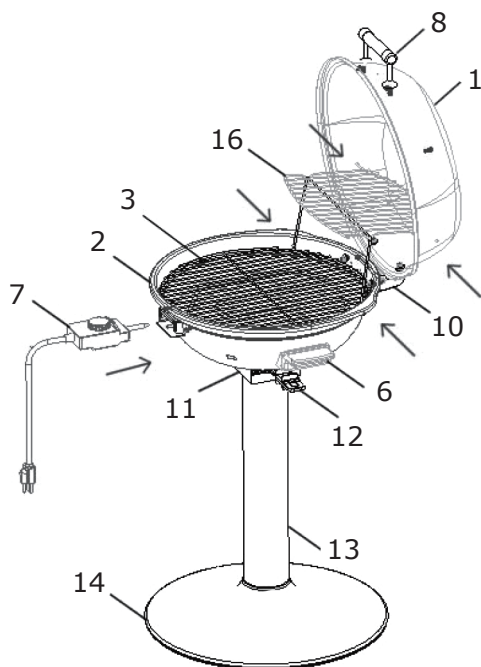

Figure 1
1. Assurez-vous que le bouton de contrôle de la température est complètement tourné sur la position «OFF». (Fig.1 partie 7)